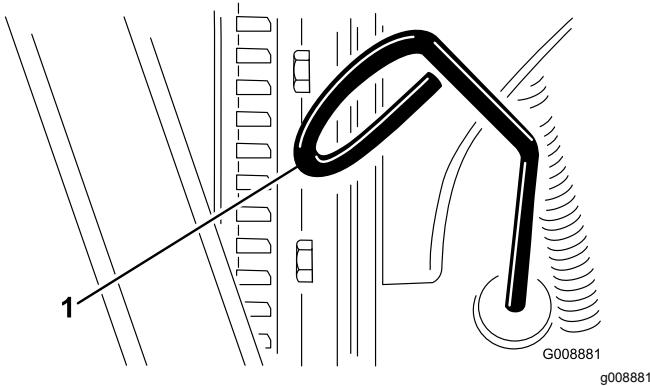

Figura 48
2. Retire la varilla (Figura 48) y límpielo con un paño limpio.